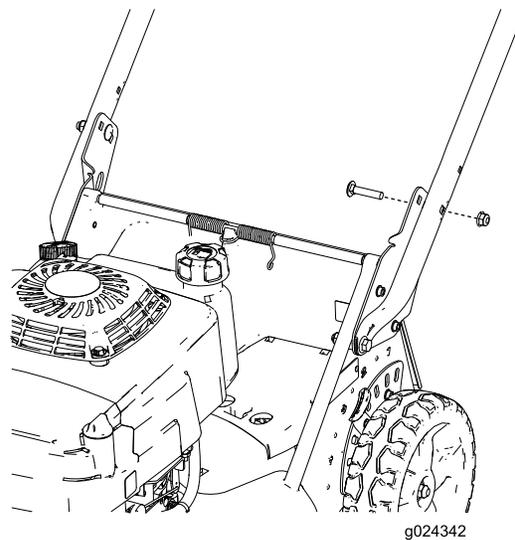

Figura 5
5. Fissate la stegola sulle staffe all'altezza desiderata con 2 bulloni a testa tonda (5/16 x 1-1/2 poll.) e 2 dadi flangiati (5/16 poll.) come mostrato in Figura 5.